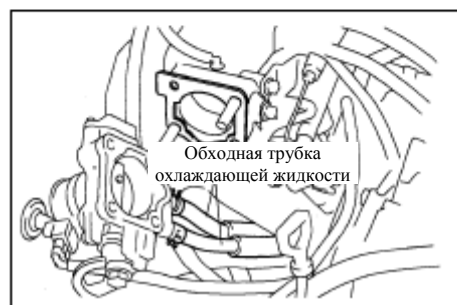

Рис. 37
(4) Отсоедините 2 шланга охлаждающей жидкости, демонтируйте и проверьте блок дросселя (см. Рис. 37).